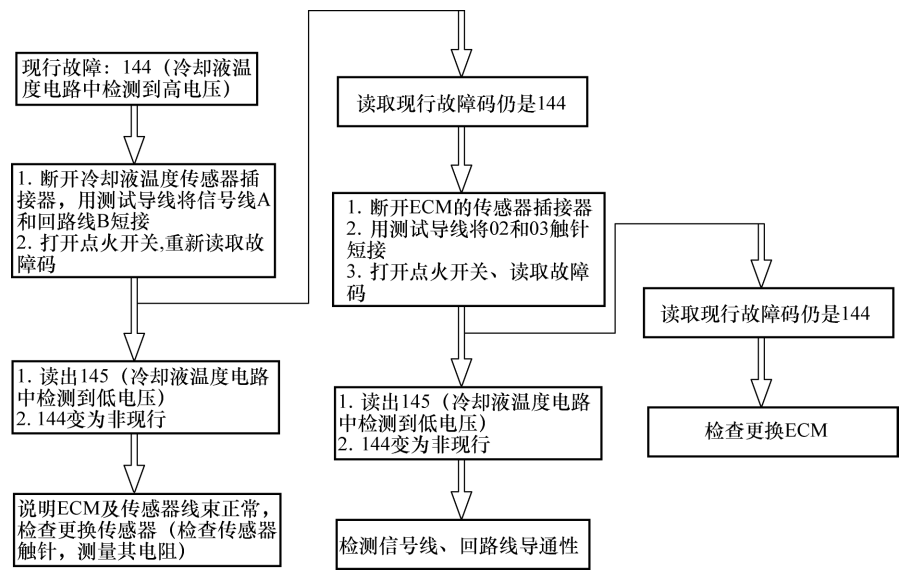

图 8-18 冷却液温度高电压故障的 ECM 响应测试
1. 现行故障：144（冷却液温度电路中检测到高电压）的响应测试（图 8-18）